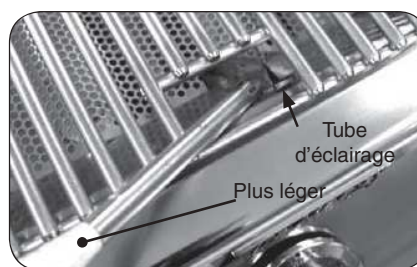

Fig. 12-2 - Éclairage manuel
2. Passez un allumeur brûlant de butane de long-baril ou une allumette brûlante de long-tige dans la grille à cuire s'ouvrant au dessus du tube d'éclairage. (Fig. 12-2).
4. Si le brûleur ne s'allume pas, enfoncez immédiatement le bouton et tournez la valve à AU LOIN. ATTENDEZ CINQ (5) MINUTES avant de répéter les étapes 2 à 4 des instructions manuelles d'éclairage.